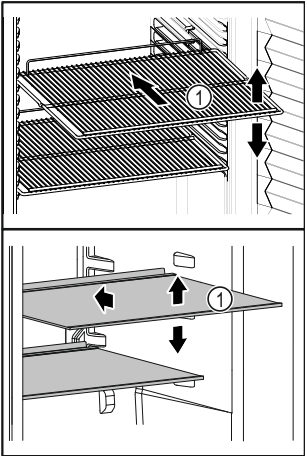

Fig. 62 Примерное изображение
- ❑ Если полки для хранения Fig. 62 (1) можно переставлять, отрегулируйте высоту их установки.